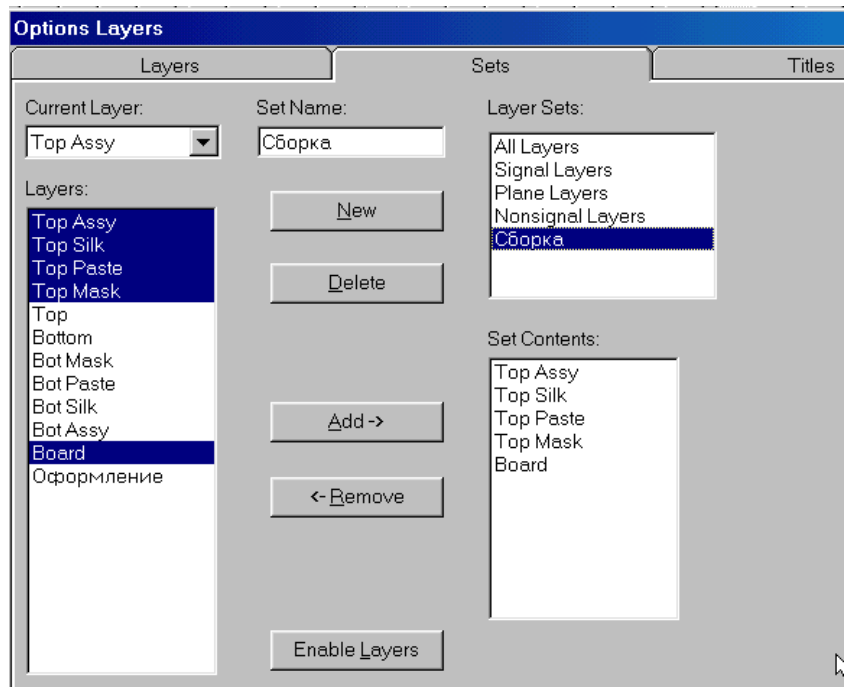

Рис. 7-7. Группы слоев
- 3) Нажмите клавишу **CTRL** и, не отпуская ее, выделите левой кнопкой мыши набор слоев, показанный на рис. 7-7.